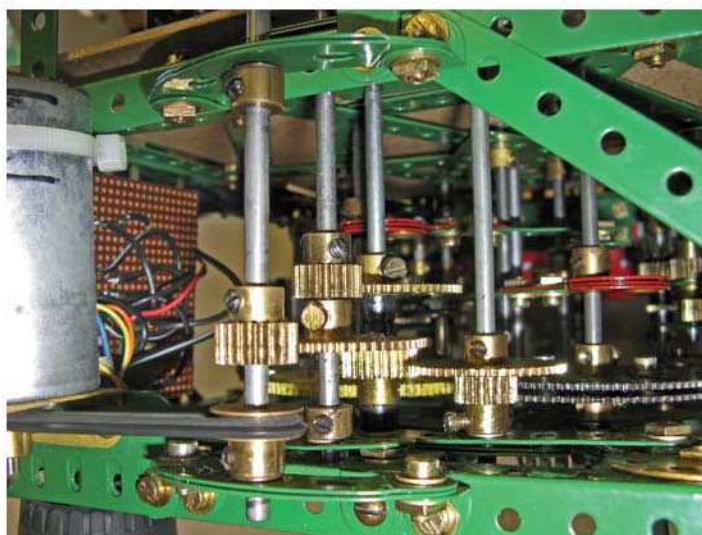

Figure 13 Moteur et réducteur
Des leviers de commande sont installés entre chaque paire de têtes porteuses pour diriger les bobines d'une fourche à une autre. Des poulies folles de 25 mm (22a) montées comme indiqué sur les têtes intermédiaires actionnent automatiquement trois de ces leviers de commutation à gauche, à droite et au centre, (Fig. 7). Les leviers de commande pour les deux têtes des extrémités sont opérés à partir d'excentriques simples (130a) montés sur les tringles des têtes porteuses intermédiaires qui peuvent être vues sur la figure 13.
La tresseuse est entraînée par un moteur de photocopieur grâce à deux petites courroies (186) montées sur des poulies de 12 mm (23a) et une réduction jusqu'aux doubles roues dentées de 95 dents (27c) montrées sur la figure 13 à droite. Cet entraînement à limitation de couple est indispensable pour préserver le mécanisme, en particulier pendant la phase de démarrage, lorsque le coincement systématique est absolument garanti !